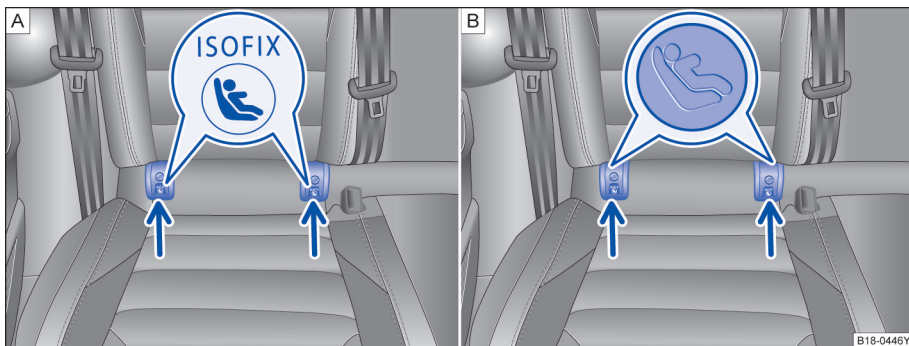

图 37 汽车座椅上的儿童座椅下部固定点标记
- 沿箭头方向将儿童座椅插入固定环→ 图 37。直至听到儿童座椅的啮合声。
- 将儿童座椅置于汽车坐垫上，然后将连接带的挂钩挂到固定环上→ 图 37。
后排外侧座椅配有两个 ISOFIX 固定环，与车身相连 → 图 37。